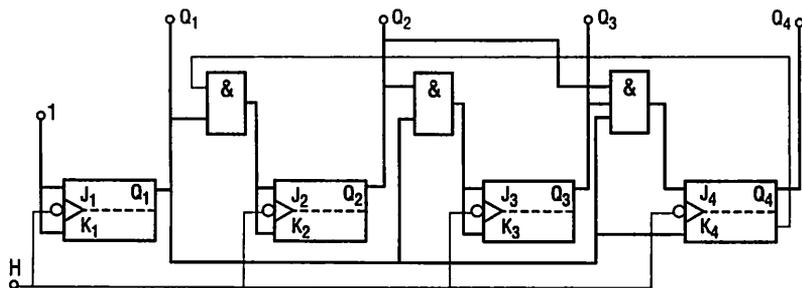

Fig. 18 : Schéma d'un compteur décimal synchrone code DCB.
4.3. Compteur décimal (fig. 18)